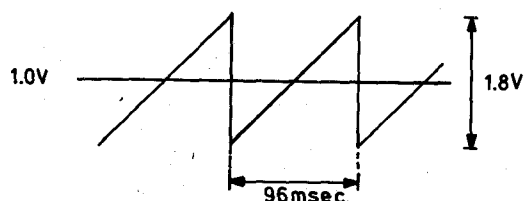

Fig. 6-1-4
- Mit Hilfe der Ausgänge 4, 5, 6, 7, 8, 9, 10 und 11 veranlasst der Mikrocomputer IC7091, dass am Ausgang von IC7120 Anschluss 13 eine Sägezahnspannung ansteht (siehe Fig. 6-1-4).